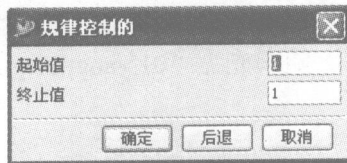

图 1-26 规律控制的对话框
- 单击【线性】按钮，系统弹出如图 1-26 所示的对话框。